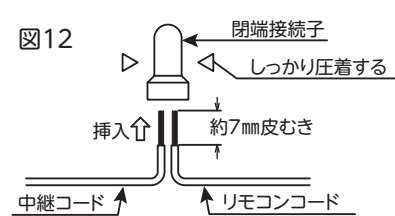

図12
3. リモコンコードを7mmほど皮むきして、中継コード(長さ約400mm)の閉端接続子に挿入し、しっかり圧着する。(図12)
8. リモコンコードを7mmほど皮むきして、閉端接続子に挿入し、しっかり圧着する。(図12)